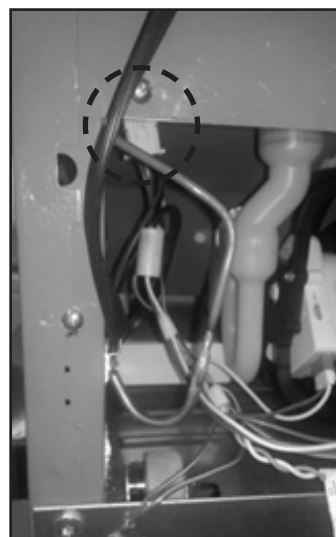

FIGURE 3
5. Débrancher le câblage du connecteur fixé au panneau et le mettre au rebut. Voir la Figure 3.